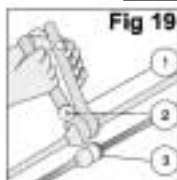

Fig. 19
5. Preparare il doppino per il collegamento, così come si vede nella Fig. 19.
6. Scollegare il resistore (5) dal doppino (3) collegato all'unità interna e poi collegare il doppino al connettore del doppino (6) fornito a corredo.
7. Collegare alla morsettieria (9) dell'unità esterna l'altra estremità del doppino (6) a corredo.